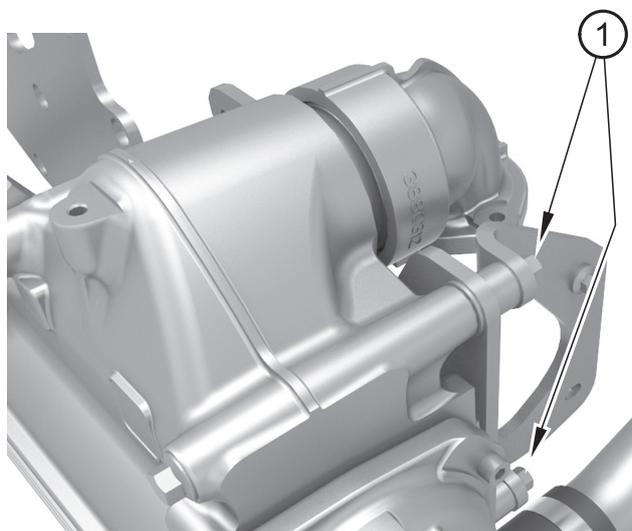

Abbildung 23
4. Entfernen Sie die hinteren Schrauben, mit denen die Baugruppe befestigt ist (Abbildung 23, Nummer 1).